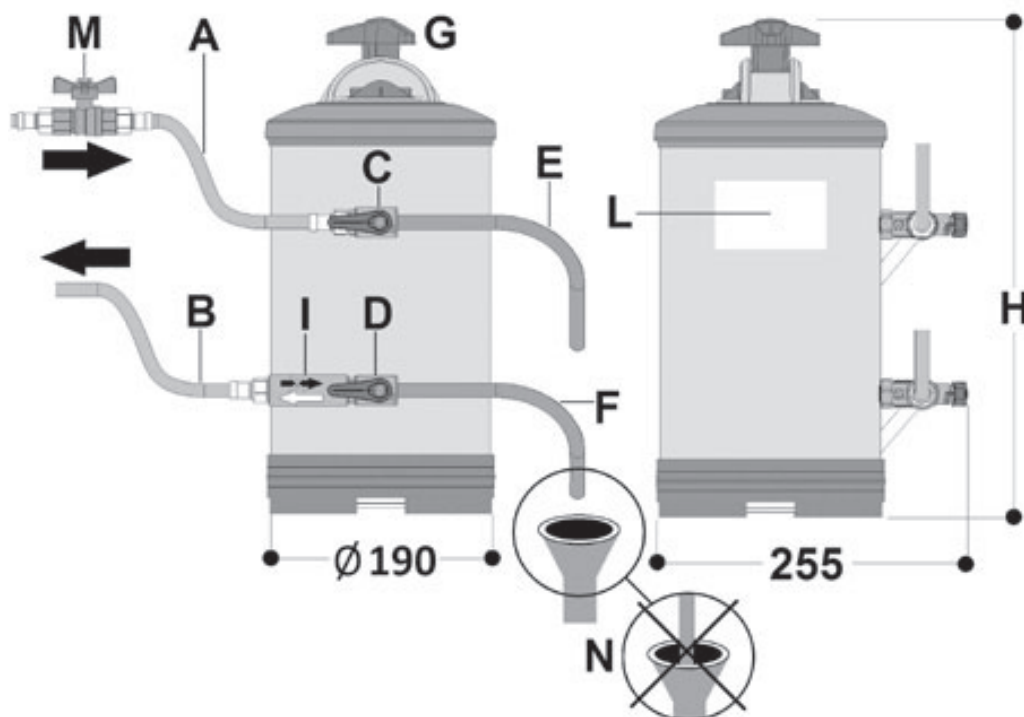

FIG. 1
- Daarna dient de ontharder doorgespoeld te worden (zoals bij de regeneratie) minstens 30 min. lang totdat het water niet perfect schoon is. Bij het type LT stelt u de kraan volgens de afbeelding 1 in de positie C en bij het type LTP stelt u de kraan volgens de afbeelding 2 in de positie 4.
Werkwijze bij regeneratie van de waterontharder LT (afb. 1) :
- Daarmee is de regeneratie afgerond, laat de kranen in de positie A (zie afb. 1).
Bediening van kranen bij de regeneratie (afb. 1)
LEGEND (fig. 1):
Der Wasserenthärter ist durch die fettgedruckten Ziffern unten links der Etikette (Abb. 1, L) des Wasserenthärters. Die Etikette befindet sich auf der Flasche, auf der Packung und auf der Rückseite dieses Handbuches.